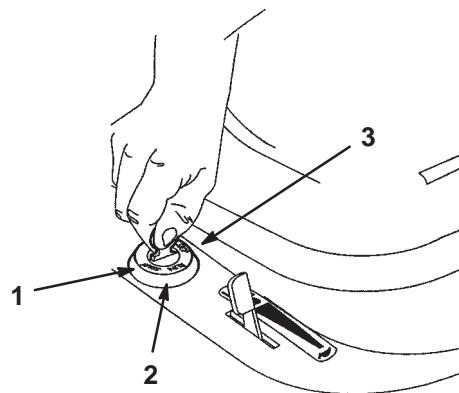

**Figure 7**
4. Placez la manette d'accélérateur en position de starter (Fig. 7).
6. Lorsque le moteur a démarré, amenez progressivement la manette d'accélérateur en position de régime maximum (Fig. 7). Si le moteur cale ou hésite, ramenez la manette d'accélérateur en position de Starter pendant quelques secondes, puis placez-la en position de régime maximum. Répétez l'opération si nécessaire.
1. Placez la manette d'accélérateur en position de ralenti (Fig. 7).